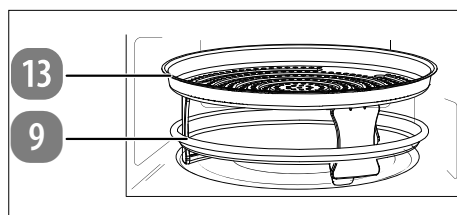

Fig. 7 – Insertion du plateau de cuisson/de la poêle à air chaud
- ▶ Placez le plateau de cuisson (9) dans la cavité du fond de l'espace de cuisson.
- ▶ Si vous utilisez le mode air chaud, posez en plus la poêle à air chaud (13) sur le plateau de cuisson (9) (voir Fig. 7).